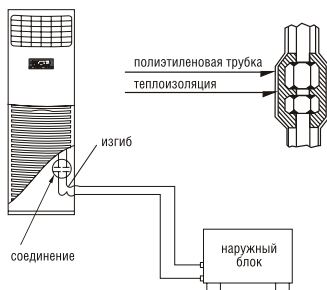

Рис. 11
- Фреоновые трубопроводы холодильного контура и места подсоединения труб должны быть теплоизолированы, чтобы на их поверхности не конденсировалась влага (рис. 11).